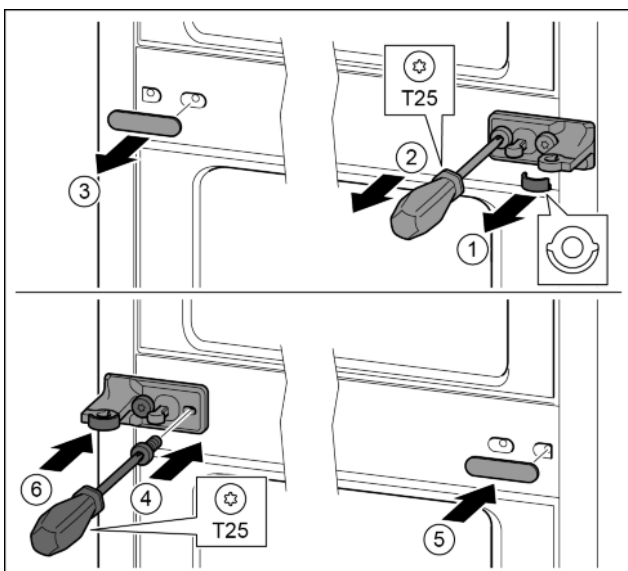

Fig. 28
- ▶ Scheibe abziehen. Fig. 28 (1)
- ▶ Schrauben mit Schraubendreher T25 herausdrehen. Fig. 28 (2)
- ▶ Abdeckung vorsichtig abziehen. Fig. 28 (3)
- ▶ Lagerbock mit Folie um 180° gedreht auf der anderen Seite fest anschrauben. Fig. 28 (4)
- ▶ Abdeckung um 180° gedreht auf der anderen Seite anbringen. Fig. 28 (5)
- ▶ Scheibe von vorn aufschieben. Fig. 28 (6)